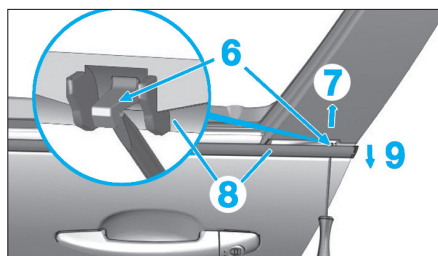

Fig. 110
- À l'aide d'un petit tournevis plat, dégrafer l'agrafe en (6) vers le haut (7) (Fig.110).
- Dégager l'extrémité du joint lèveur extérieur (8) flèche (9).